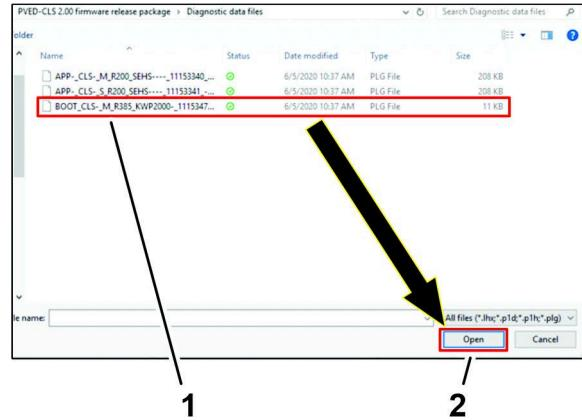

Figura 57
5. Haga clic en el archivo BOOT-_CLS-_M_R385_KWP2000-_1115347_..., y haga clic en el ícono ABRIR (Figura 57).